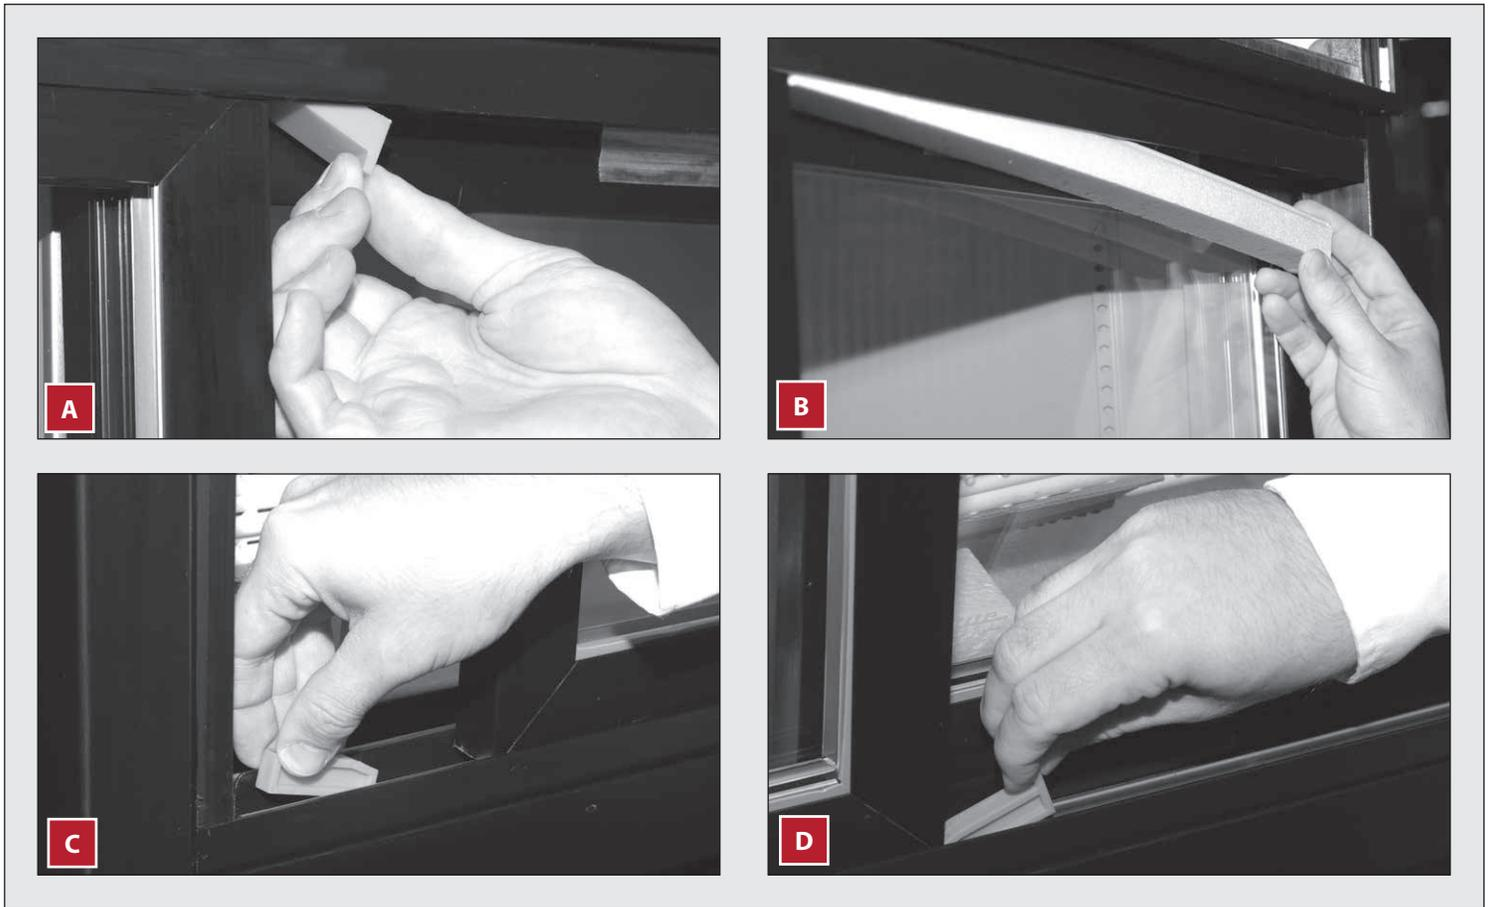

Fig. 3. Emplacements des cales d'expédition pour les portes coulissantes en verre. Retirez-les le cas échéant, mais ne les jetez pas.
**AVIS >** **NE RETIREZ PAS** le support d'expédition (portes en verre à battant ; fig. 2) ou les cales d'expédition (portes coulissantes en verre ; fig. 3) avant l'installation de l'appareil à son emplacement définitif. **Ne jetez pas** le support/les cales ; utilisez-les lors du prochain déplacement de l'appareil.